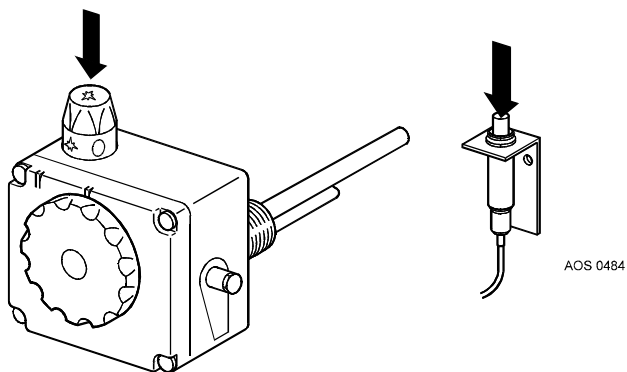

Figure 6 - Maniement du bloc gaz
4. Tenez enfoncé le bouton de commande pendant que vous enfoncez plusieurs fois l'allumeur piézoélectrique jusqu'à ce que la veilleuse s'allume (fig.6)